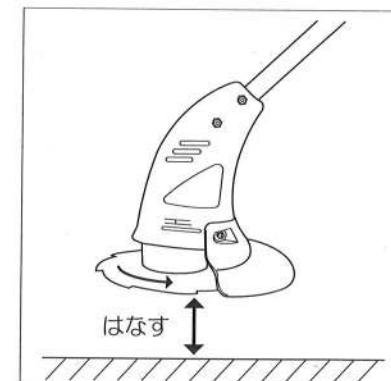

図9
- ハンドル、フロントハンドルを持って本機を地面より浮かし、スイッチの引き金を引いてください。(図9参照)